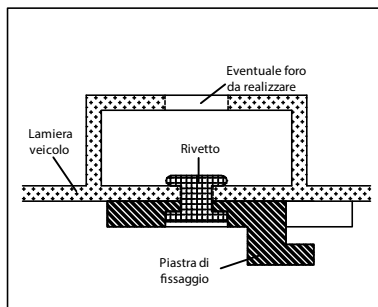

Fig G 2
**FIG. G.2\_ Situazione B\_** In fase di realizzazione dei fori, sul lato interno dell'anta del veicolo il foro viene a trovarsi all'interno dello scatolato che costituisce il montante dell'anta (Fig G